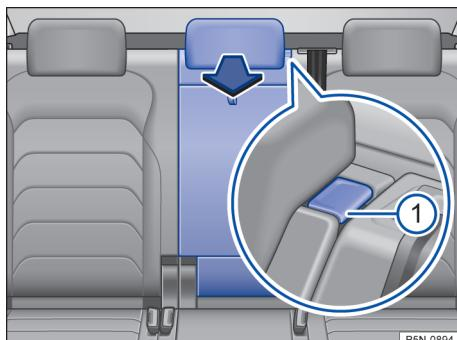

Fig. 191 No encosto do banco traseiro: abrir o dispositivo para transporte de objetos longos.
→ **Fig. 191 ①** e rebater o dispositivo para transporte de objetos longos para frente →
- Rebater o dispositivo para transporte de objetos longos para trás, e pressionar com firmeza a trava, até que ela se encaixe de forma segura → A marcação vermelha no botão de destravamento → **Fig. 191 ①** não pode mais estar visível.